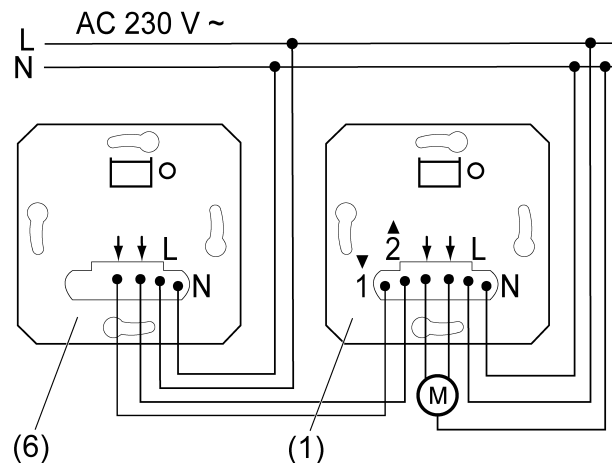
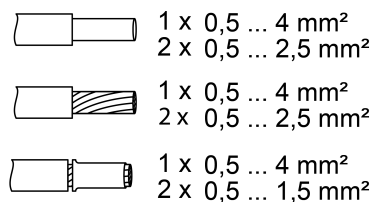

Bild 2: Einsatz mit Nebenstelle
Bild 3: Klemmbarer Leitungsquerschnitt
- Jalousie-Einsatz (1) anschließen (Bild 2). Dabei klemmbare Leitungsquerschnitte beachten (Bild 3). Optional: Anschluss einer Nebenstelle (6). Als Nebenstelle kann anstatt des Jalousieeinsatzes auch ein mechanischer Jalousietaster oder Jalousieschalter verwendet werden.